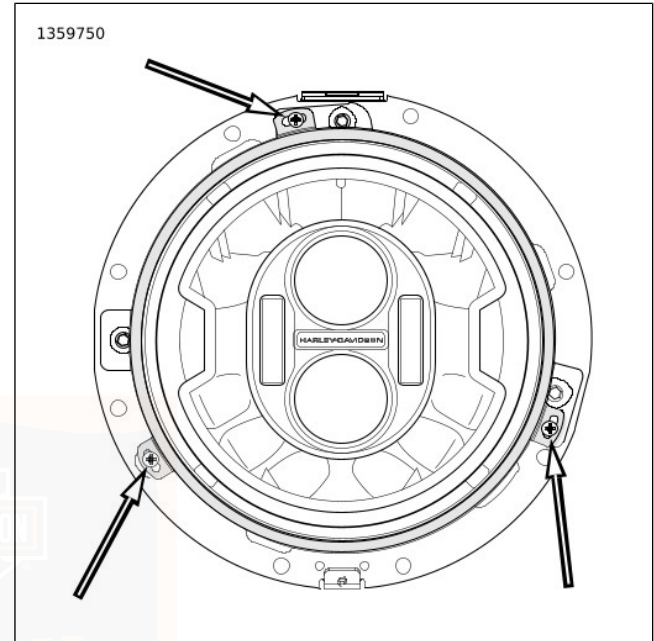

Figure 78. Vis de retenue du phare
3. Voir Figure 78. Retirer les vis d'attache de l'anneau de retenue.